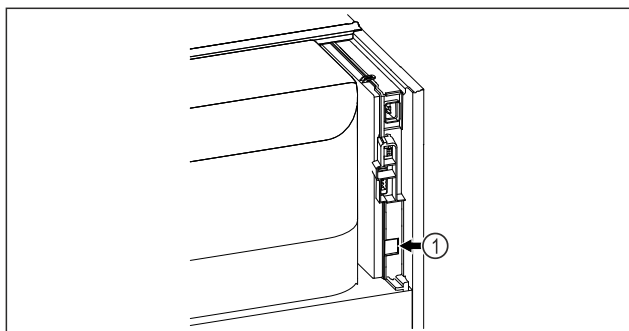

Fig. 125
- Използва се SmartModule Fig. 125 (1).